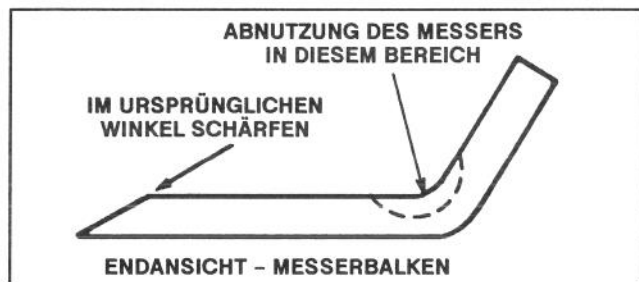

Abbildung 22
7. Die Schnittfläche an beiden Enden des Messerbalkens mit Hilfe einer Feile schärfen (Abb. 22).
Jedesmal, wenn der Aufsitzmäher hochgeklippt wird, den Messerbalken prüfen. Wenn dessen Befestigungsschraube locker ist, diese auf 61–81 Nm festziehen. Wenn Messerbalken oder Windflügel (Abb. 22) am Ende des Messers abgenutzt, korrodiert oder angerissen sind, diese auswechseln. Verbogene Messerbalken auswechseln. Um den sicheren Betriebszustand zu gewährleisten, immer nur echte TORO Ersatzteile verwenden. **NIE 'PASSEN SCHON' MESSER VERWENDEN.**